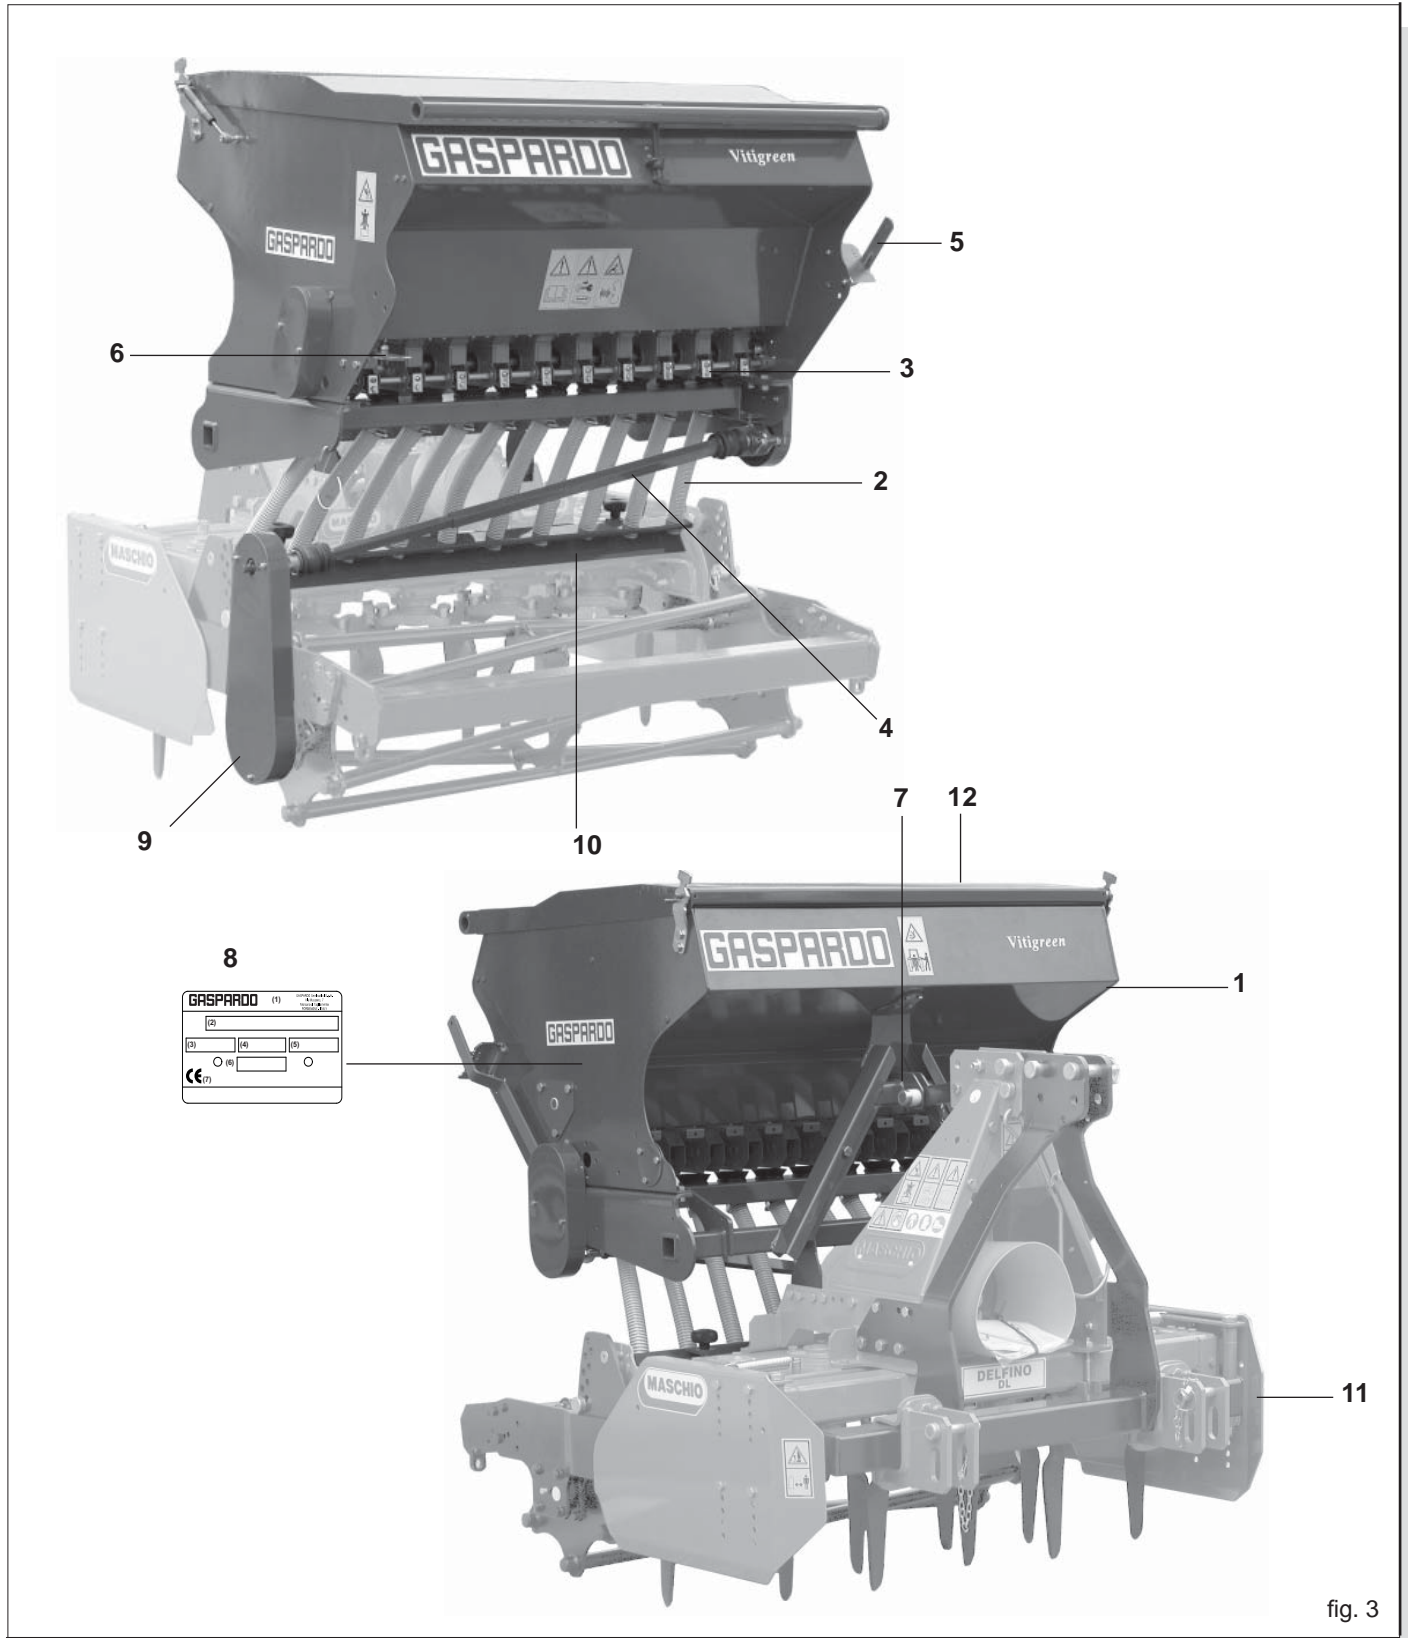
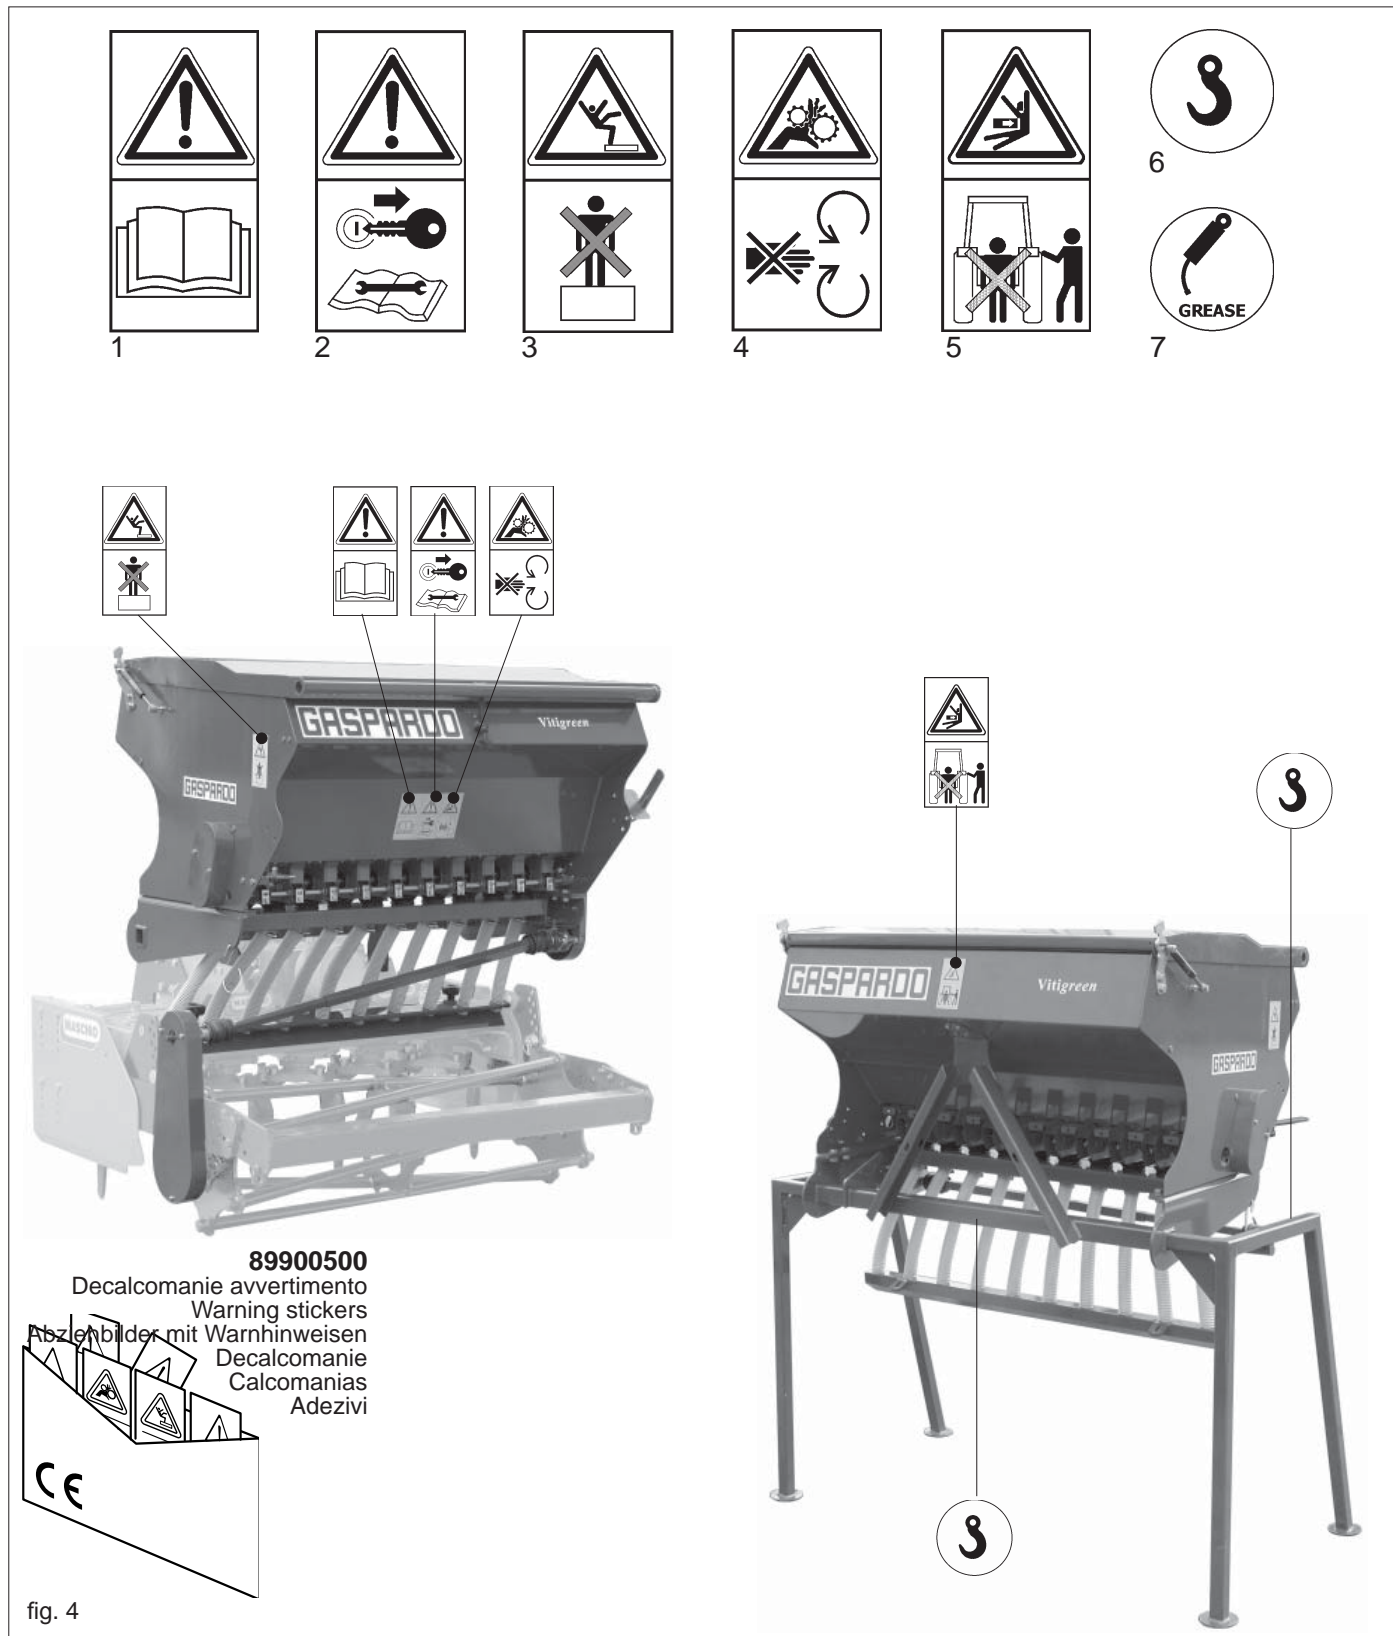

fig. 3
fig. 4
Greutatea mașinii este indicată pe plăcuța de identificare (8 Fig. 3). Potrivii lungimea funiilor pentru a echilibra greutatea. Punctele de prindere sunt identificate prin simbolul grafic „cârlig” (7 Fig. 4).
1.7 DESEN DE ANSAMBLU (Fig. 3)
Indicatoarele descrise sunt expuse pe mașină (Fig. 4). Păstrați-le curate și înlocuiți-le dacă s-au dezlipit sau sunt iligibile. Citiți-le cu atenție și memorați semnificația lor.